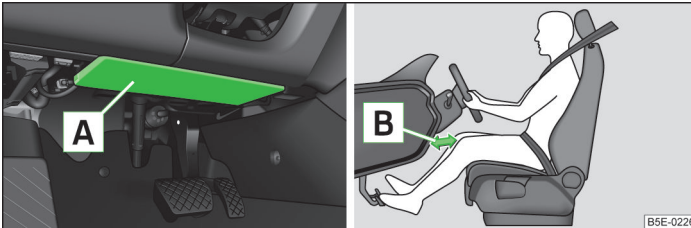

Abb. 167 Fahrer-Knieairbag unter der Lenksäule
Der Fahrer-Knieairbag **A** ist im unteren Teil der Schalttafel unter der Lenksäule untergebracht » Abb. 167.
- Den Fahrersitz in Längsrichtung so einstellen, dass der Abstand der Beine **B** zur Schalttafel im Bereich des Knieairbags mindestens 10 cm beträgt » Abb. 167. Falls es aus Gründen der Körpergröße nicht möglich sein sollte, diese Bedingung zu erfüllen, dann ist ein Fachbetrieb aufzusuchen.